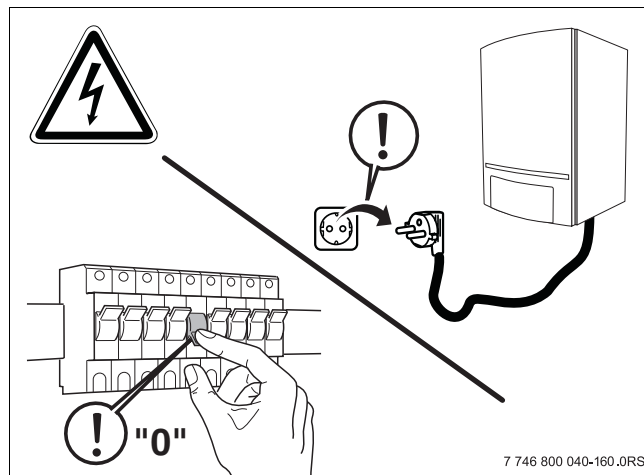

Рис. 80 Отключите отопительную установку от электросети.
- ▶ Обесточьте отопительную установку аварийным выключателем системы отопления или отключите соответствующий защитный автомат в здании (→ рис. 80).